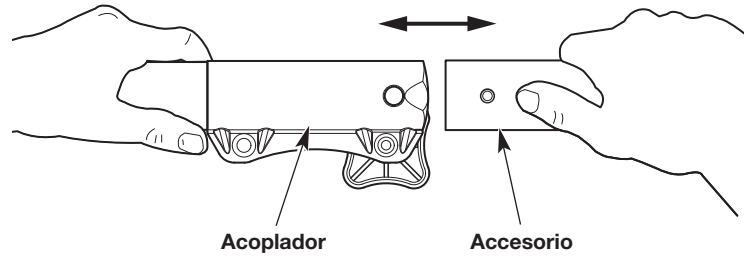

Fig. 3
4. Tire del accesorio directamente hacia fuera del acoplador (Fig. 3).
- Mantenga el cargador de baterías limpio y sin residuos. No permita que ingresen materiales extraños en la base de carga ni en los bornes (Fig. 3). Inspeccione el cargador de baterías para ver si hay materiales extraños antes de usarlo.